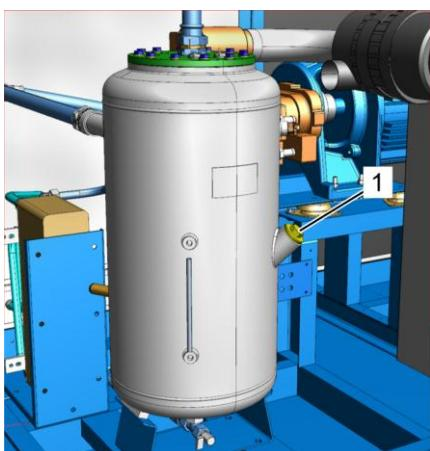

Рис. 60: Резьбовая пробка наливного отверстия
6. Отверните резьбовую пробку наливного отверстия (Рис. 60/1), извлеките ее и проследите за тем, чтобы не потерялось уплотнительное кольцо.
15. Вставьте резьбовую пробку наливного отверстия (Рис. 60/1) и затяните ее ⇨ *Приложение В «Моменты затяжки винтов» на странице 170.*